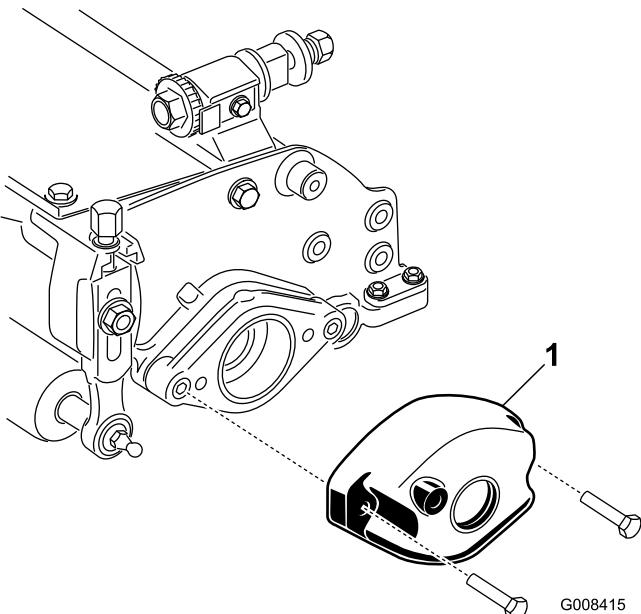

Figure 7
1. Retirez les 2 vis qui fixent le contrepoids à l'extrémité gauche du plateau de coupe. Déposez le contrepoids (Figure 7).